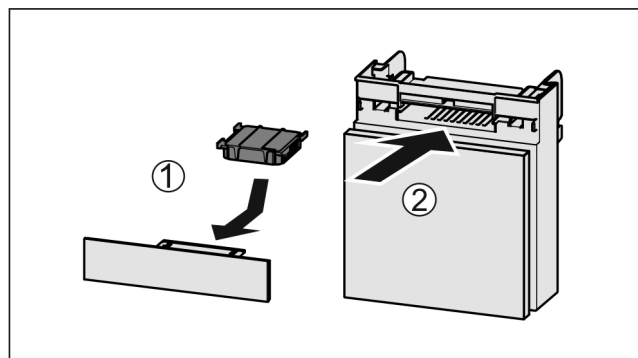

Fig. 68
- ▶ Установите фильтр с активированным углем, как показано на рисунке Fig. 68 (1).
- ▶ Вставьте отделение Fig. 68 (2).